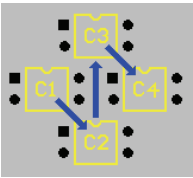

图 6-90 By Ascending X Then Ascending Y 方式
- By Ascending X Then Ascending Y: 该选项表示先按横坐标从左到右，然后再按纵坐标从下到上编号，如图 6-90 所示。